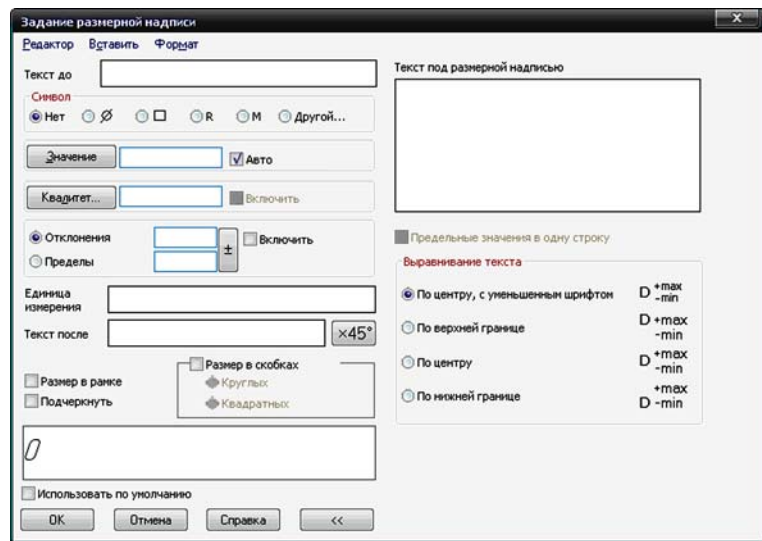

Рис. 2.18. Дополнительное
- при указании размера фаски необходимо указать угол фаски и количество фасок. Для этого на *Панели свойств: Линейный размер* щёлкаем в поле *Текст*. В результате появится диалоговое окно, представленное на рисунке 2.17. Для указания угла фаски щёлкаем по кнопке . Для указания количества фасок щёлкаем по кнопке , в результате этого откроется дополнительное диалоговое окно (рис. 2.18). В поле *Текст под размерной надписью* щёлкаем левой кнопкой мыши два раза и в появившемся списке выбираем фразу *2 фаски*;